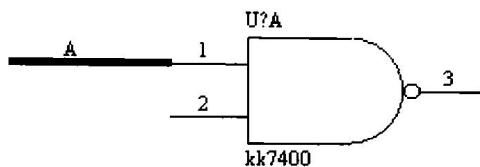

图1.13 连线与管脚连接
- (4) 连线与管脚连接。图 1.13 显示了导线 A 与数字电路管脚直接相连，选用粗连线是为了和管脚区别。